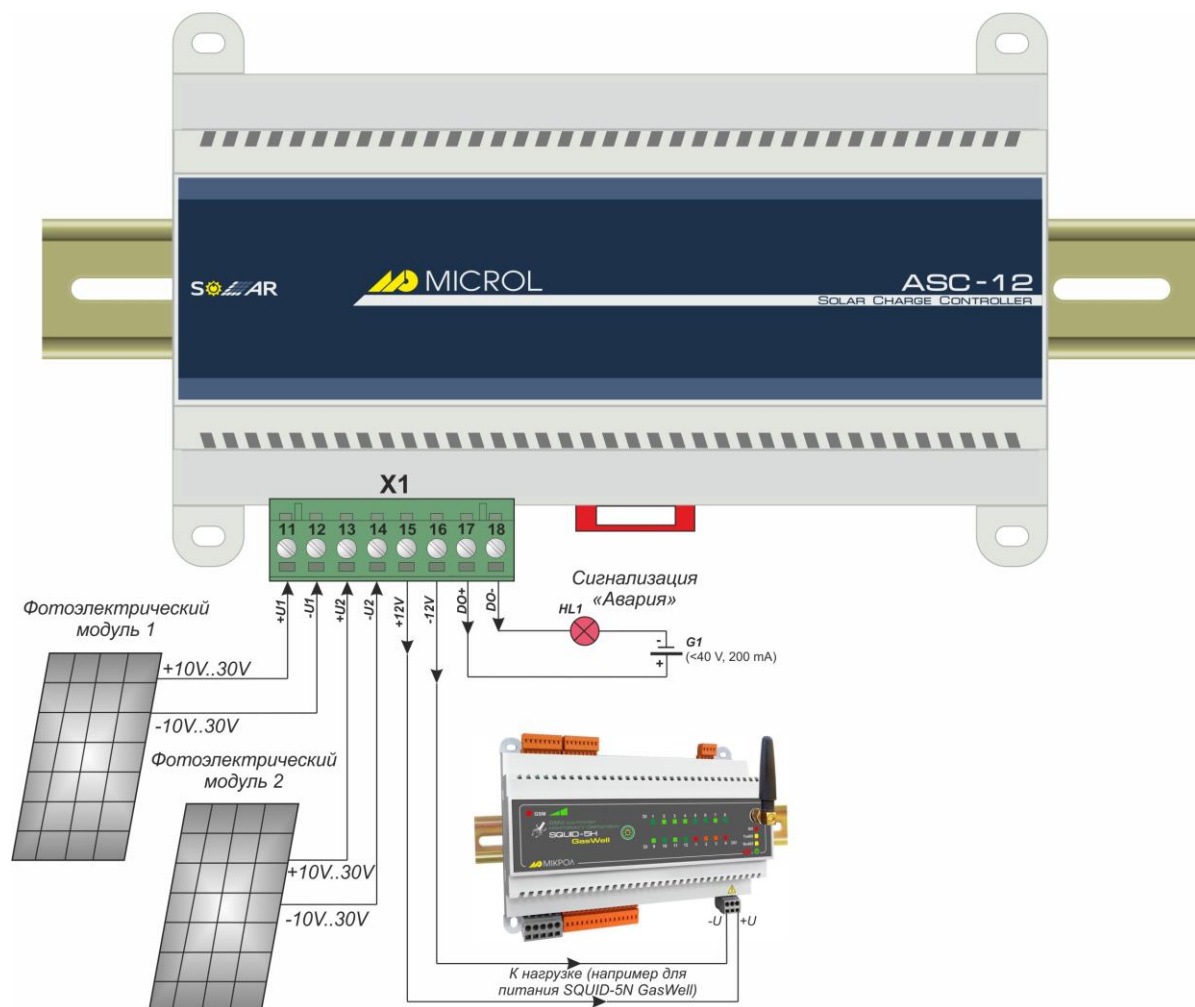

Рисунок 3.5 – Схема внешних подключений контроллера ASC-12
3.3.3 Подключите к клеммам DO сигнальную лампу 24 В а также последовательно источник питания постоянного тока для питания этой лампы (см. рисунок 3.5).